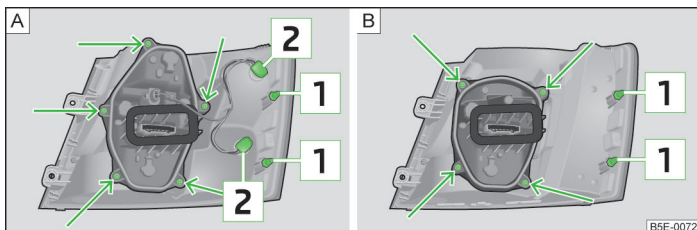

Fig. 221 Partie extérieure de l'ampoule : ampoule principale / ampoule à DEL
- Poussez avec précaution le bloc optique arrière dans la carrosserie de sorte que les boulons **1** » fig. 221 à la page 249 sur l'ampoule prennent dans les logements de la carrosserie » **I**.
- Faites tourner la douille de l'ampoule **2** » fig. 221 jusqu'en butée en sens **anti-horaire** et retirez-la du boîtier de la lampe.
- Dévissez le porte-ampoule » fig. 221 - **A** ou **B** à l'aide du tournevis faisant partie de l'outillage de bord et retirez le porte-ampoule du bloc optique arrière.
- Faites tourner la douille de l'ampoule jusqu'en butée en sens **antihoraire** et retirez-la du boîtier de la lampe » fig. 221 - **C** ou **D**.